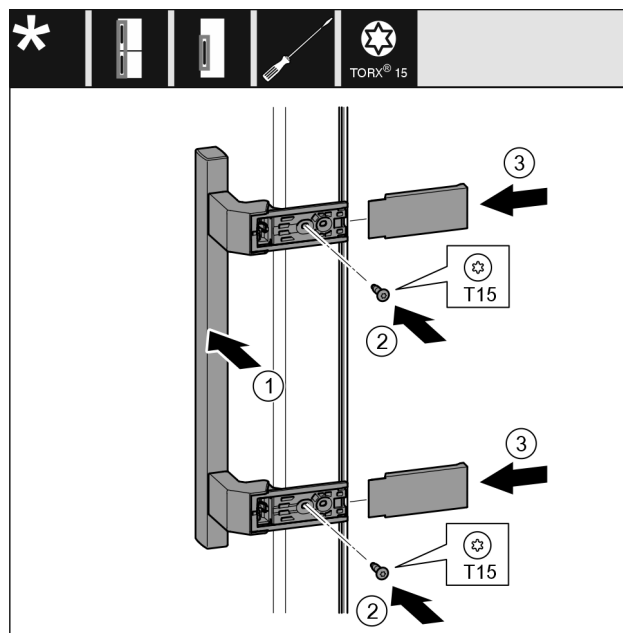

Fig. 50
- Applicare la maniglia Fig. 50 (1) sul lato opposto.
- Stringere le viti Fig. 50 (2) con un cacciavite.
- Applicare le coperture Fig. 50 (3) lateralmente e spingerle in sede.